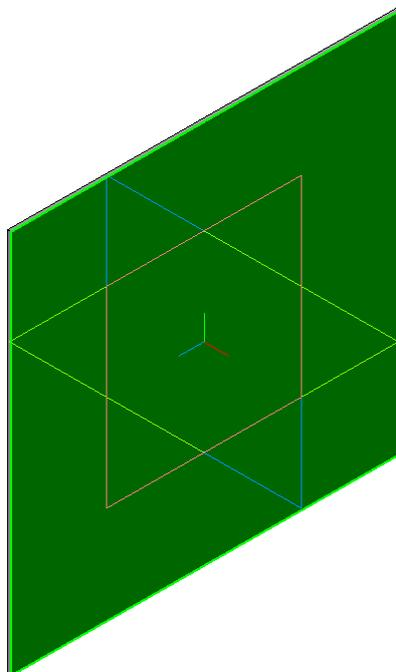

Рис. 10.16.
2.10.1. Переместите курсор на переднюю грань пластины и, когда он примет вид "поверхности": , щелкните кнопкой мыши: передняя грань будет выделена (рис. 10.16).